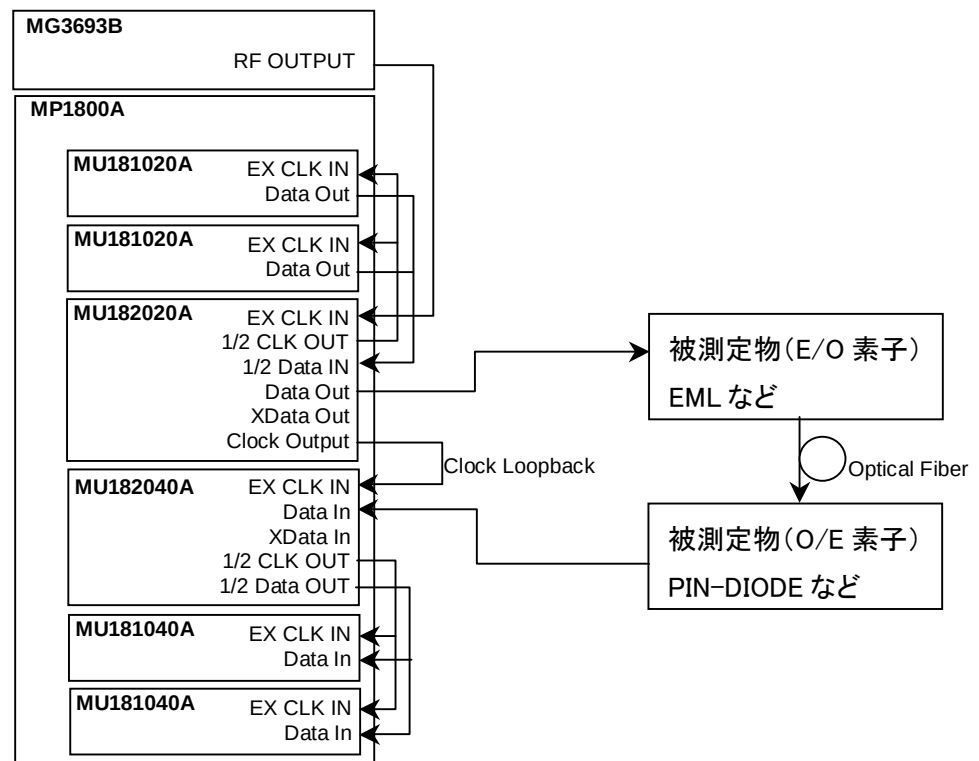

図 5.1-1 光デバイス評価接続図
- 1) 図 5.1-1 接続図に従って MP1800A、MU181020A/B、MU182020A、MU181040A/B、MU182040A、MG3693B 信号発生器（以下、MG3693B と呼びます。）を接続します。
接続は, 図 5.1.1-1 を参照してください。